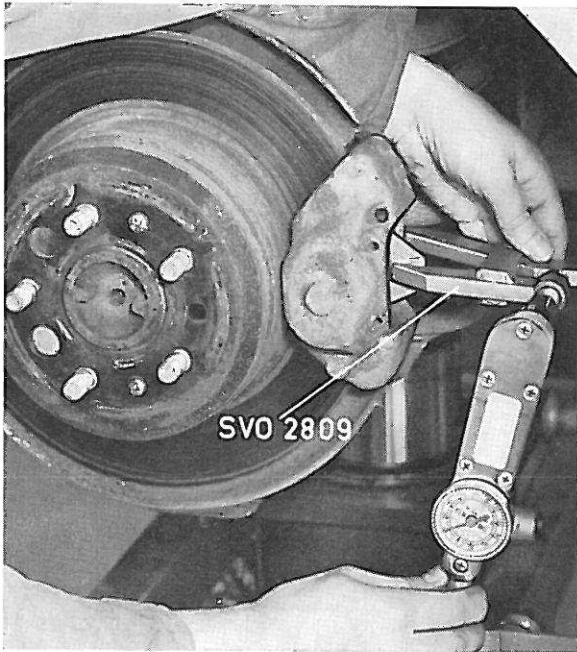
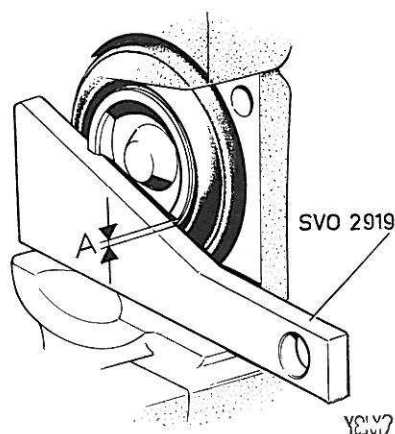

Figure 20. Enfoncement du piston
Figure 30. Contrôle de la position du piston
6. Enfoncer les pistons dans les cylindres, pour aménager la place pour les nouvelles plaquettes. Avec l'outil 2809, on peut obtenir un montage correct, voir figure 20. Un travail correctement effectué avec tout autre outil peut donner le même résultat, mais avec un tournevis par exemple on peut risquer d'endommager le disque de frein, le joint caoutchouc et le piston. Noter alors que le niveau de liquide de frein du réservoir s'élève et que le liquide peut s'échapper de ce réservoir.
2. Enfoncer les pistons dans les cylindres afin d'avoir de la place pour les plaquettes. Avec l'outil 2809, ce travail peut se faire avec facilité et sans aucun risque, voir figure 20. On peut certes arriver au même résultat avec d'autres outils si le travail est bien exécuté. Autrement, on risque d'endommager le disque de frein, le joint caoutchouc, et le piston. Noter par ailleurs que le niveau de liquide de frein du réservoir monte lors de l'enfoncement des pistons et qu'il convient donc d'éviter les éclaboussures.
REMARQUE : S'il s'agit des étriers de freins équipés du dispositif ASB, il faut contrôler le fonctionnement de ce dispositif lors de l'enfoncement des pistons. L'identification de tels étriers se fait avec facilité grâce aux bossages extérieurs dans le centre du cylindre. Le contrôle du fonctionnement se fait en mesurant la force d'enfoncement (figure 20), laquelle doit être de 2 à 8 Nm (20 à 80 cm. kg). Si la force nécessaire se trouve en deçà ou au-delà de ces limites, il faudra rénover les étriers de freins.
- 3.b. Etriers ATE. Contrôler la position des pistons et faire un réglage en cas de nécessité afin d'éviter le grincement au frein. L'embase du piston doit être inclinée de 20° par rapport à la surface inférieure de guidage de l'étrier. Se servir pour ce travail du calibre 2919, voir figure 30. La tolérance admise est de $\pm 2^\circ$, c'est-à-dire que lorsqu'on appuie ce calibre contre l'une des embases, la distance à l'autre embase (cote A, figure 30) doit être de 1 mm au maximum. Le réglage de la position du piston en cas de nécessité se fait avec l'outil 2918. On place alors cet outil comme indiqué sur la figure 31, c'est-à-dire pressé contre le piston et détendu ensuite en serrant la poignée de l'outil. Tourner ensuite le piston en déplaçant la poignée vers le haut ou vers le bas.
- 3.a. Etriers Girling. Remonter l'un des pistons dans l'étrier de frein en veillant à ce qu'il ne descende pas obliquement dans le cylindre, ce qui peut endommager la goupille du dispositif ASB. Enfoncer le piston avec l'outil 2809, figure 20. La force nécessaire à l'enfoncement du piston doit être de 2 à 8 Nm (de 20 à 80 cm. kg), autrement il faudra remplacer le piston.
- 3.b. Etriers ATE. Monter l'un des pistons dans l'étrier de frein et bien le positionner afin d'éviter les grincements. L'embase sur le piston doit être inclinée de 20° par rapport à la surface inférieure de guidage de l'étrier. Se servir pour ce travail du calibre 2919, voir figure 30. La tolérance admise est de $\pm 2^\circ$, c'est-à-dire que lorsqu'on presse le calibre contre l'une des embases, la distance à l'autre embase (cote A) doit être de 1mm au maximum. S'il s'agit d'un piston équipé du dispositif ASB, l'enfoncer en se servant de l'outil 2809, voir figure 20.